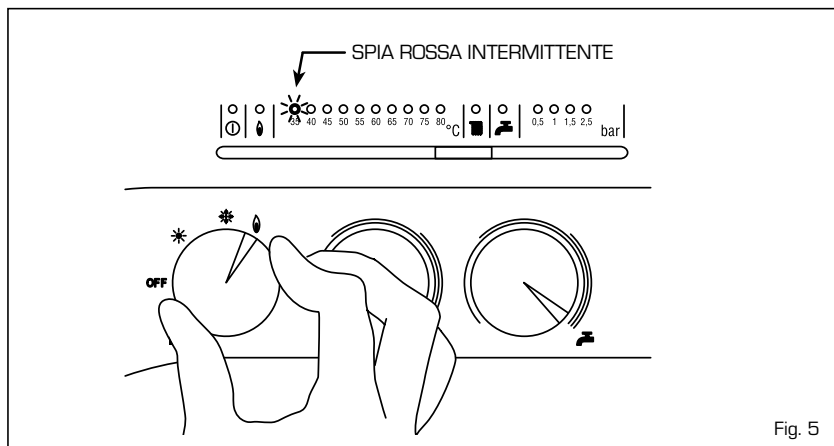

Fig. 5
– **Intervento termostato sicurezza** (fig. 5)